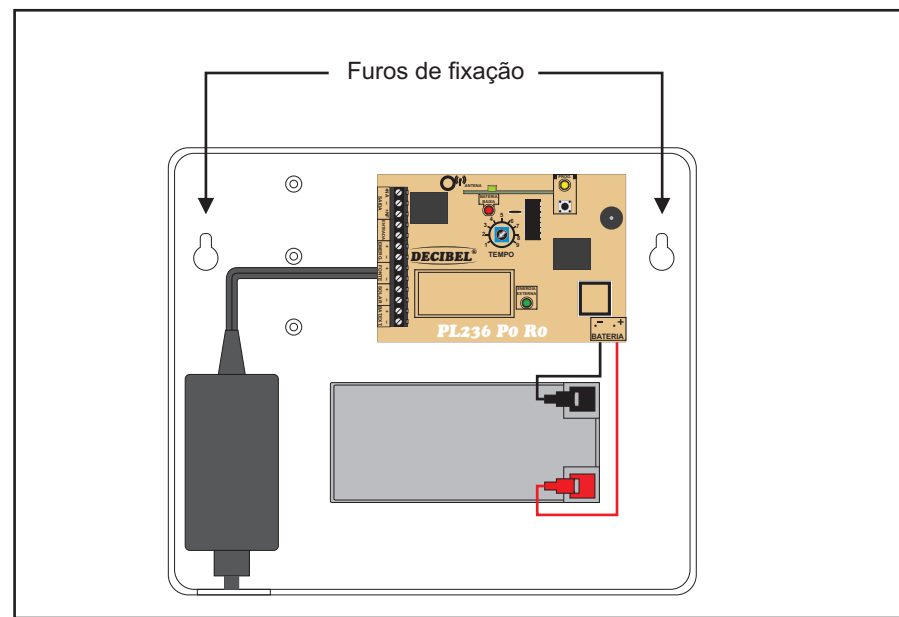

Figura 3
- Fure a superfície onde a caixa será instalada de acordo com os furos de fixação (Figura 3) e parafuse-a;